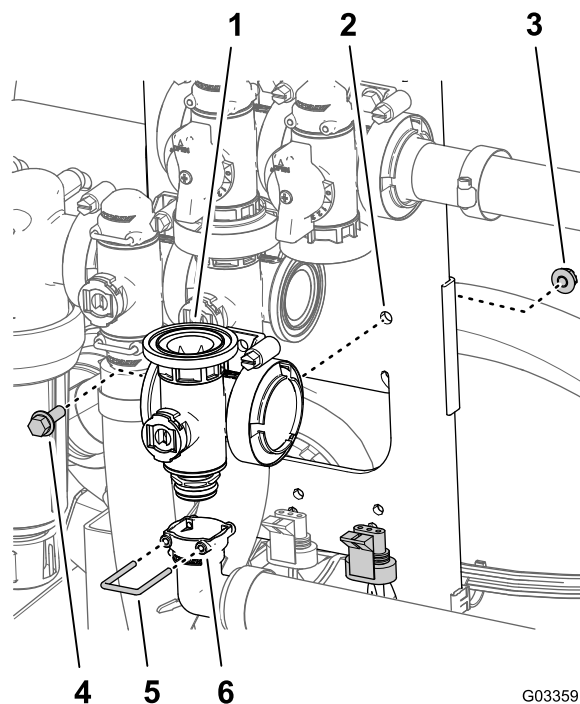

図 118
2. マスターブームバルブ用のマニホールドカップリングに90° 出口フィッティングを固定しているリテーナを外す 図 118。
3. マスターブームバルブをバルブマウントに固定しているフランジヘッドボルト $\frac{1}{4}$ x $\frac{3}{4}$ "とフランジロックナット $\frac{1}{4}$ "を外してバルブマニホールドを機体から取り外す 図 118。